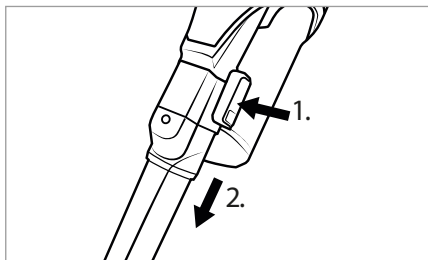

Fig. 15
- ♦ Para desmontar el accesorio, mantenga pulsado el botón de desencastre del accesorio y tire de este para extraerlo del tubo de aspiración 23 o del orificio de aspiración del aparato (consulte la fig. 15).